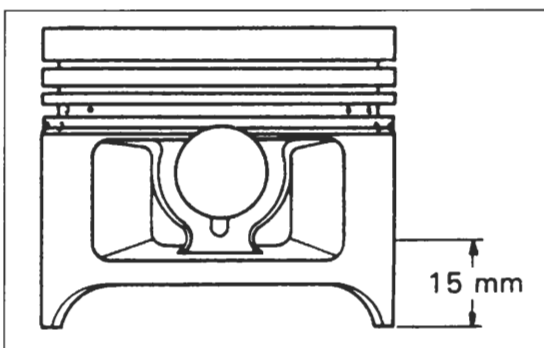

Bild 207
- Mit Fühlerlehre Spiel zwischen Pleuellager und Ringnut abtasten (Bild 207). Verschleissgrenze erster und zweiter Ring 0,180 mm (600 F: 1. Ring 0,180 mm; 2. Ring 0,150 mm). Pleuellager muss frei, ohne zu klemmen, durchrollen.